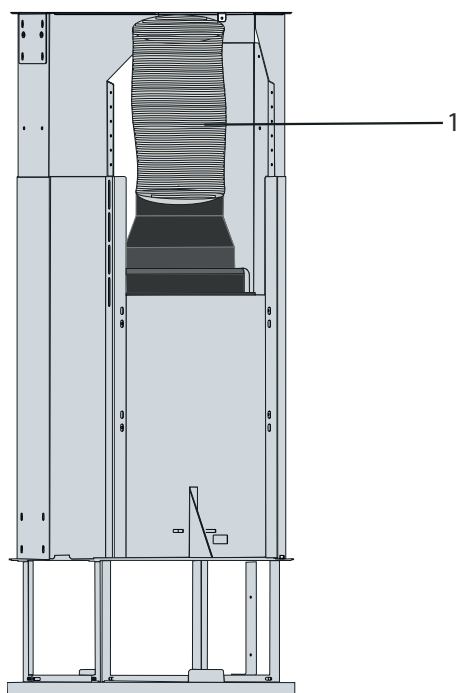

Fig. 15
4. ■ Collegare un'estremità del tubo in alluminio all'imbuto in plastica del prodotto e l'altra estremità all'imbuto da cucina. Controllare che questi due collegamenti siano saldi a sufficienza in modo che non escano quando la cappa funziona alla velocità massima (Fig. 15).